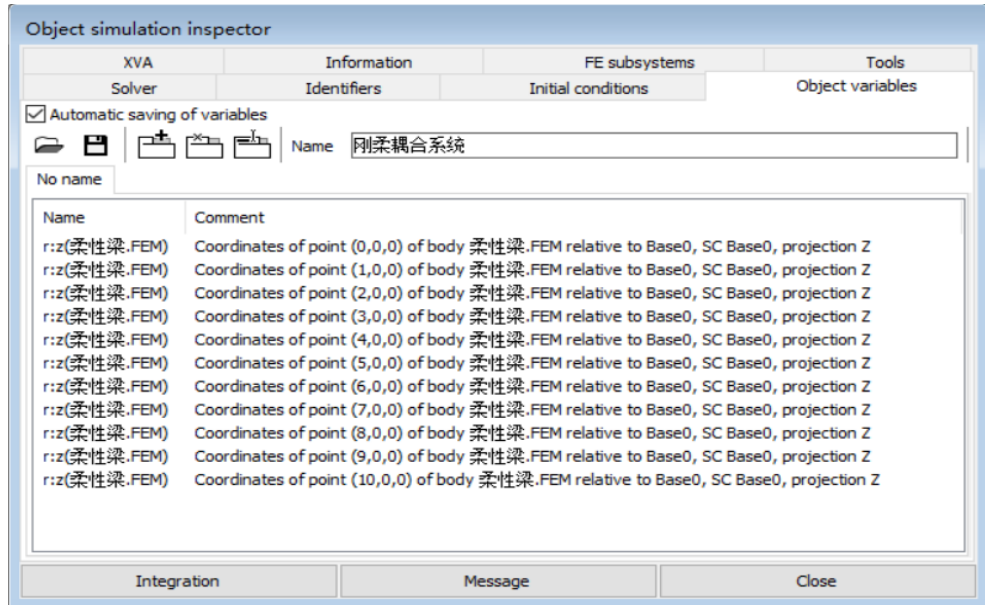

图 2-120
- 7) 将 11 个变量从变量向导或柱状图窗口拖入仿真控制面板的 **Object variables** 界面；点击按钮 ，将该组变量保存为文件**刚柔耦合系统.var**，便于以后计算调用；保持“**Automatic saving of variables**”为勾选状态，这样才能以文件形式保存该组变量的计算结果，如图 2-120。